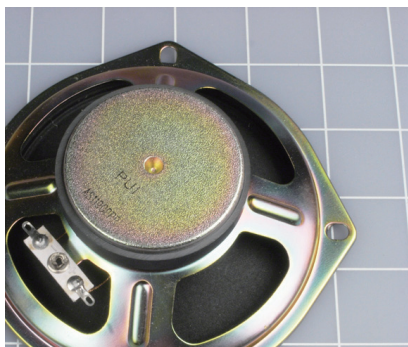

图 5-35 为了听出利用线圈和电容器进行音频滤波的效果，你需要一个可以再现低频的扬声器。这种式样的 5 in 扬声器是最低要求
- 扬声器， $8\ \Omega$ ，直径 5 in，数量：1 个。图 5-35 是一个典型例子。